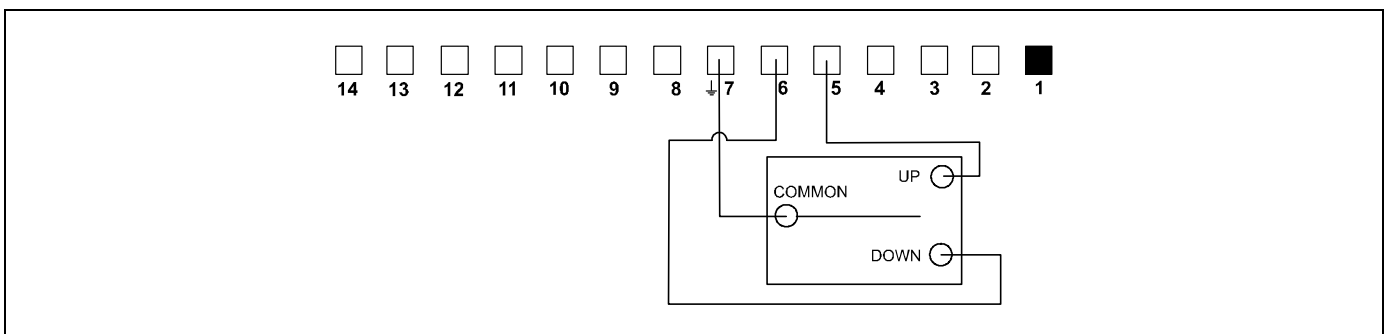

Figura 31
NOTA: Si fuese necesario operar el soporte desde una distancia superior a la permitida por el control remoto, puede utilizarse un interruptor convencional (no remoto) o un dispositivo similar. Consulte la sección "Cierres de contactos secos". (Consulte la Figura 31).
1. Conecte el cable COMMON de su interruptor al terminal 7. (Consulte la Figura 31).